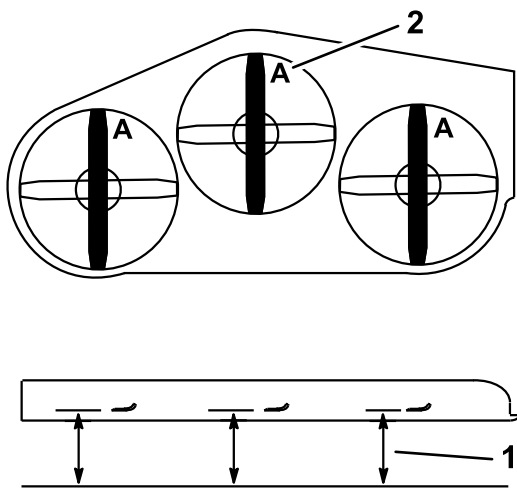

Figure 91
- Tournez les lames dans le sens longitudinal (Figure 91). Mesurez la distance entre la surface plane et le tranchant (position A) des lames (Figure 91). Notez cette valeur.